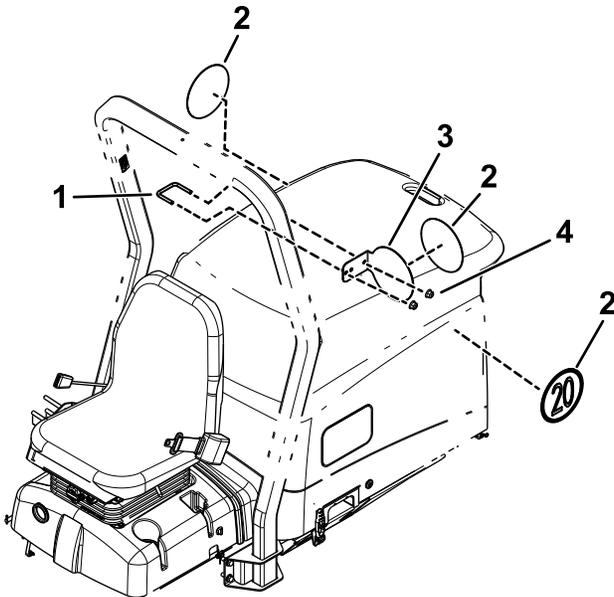

Figure 24
1. Collez un panneau de chaque côté de la machine (Figure 24).
2. Avec un étrier fileté et 2 écrous à embase ($\frac{3}{8}$ "), fixez la plaque de vitesse sur le côté gauche de l'arceau de sécurité (Figure 24).
3. Collez un panneau sur la plaque de vitesse (Figure 24).